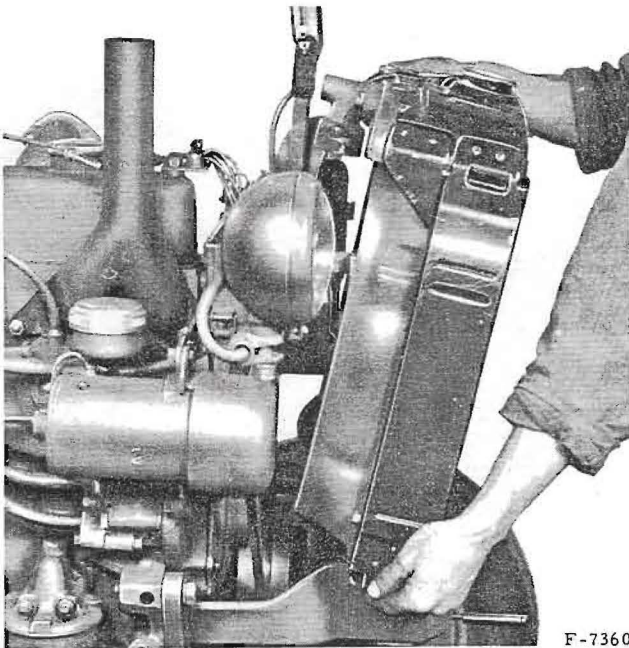

Fig. 4 - Dépose du radiateur.
- 5) Retirer le radiateur (fig. 4) après avoir dévissé les écrous le maintenant sur le support de train avant.